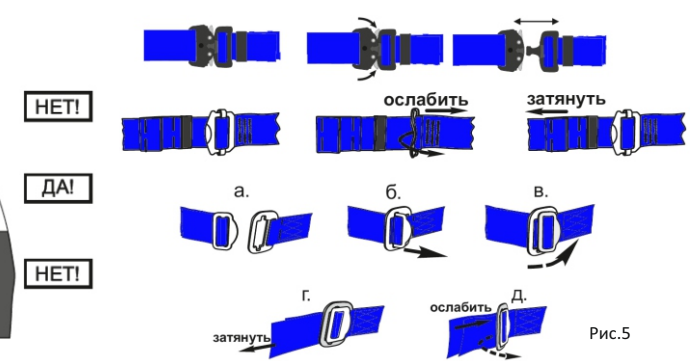

Рис.5
- все лямки соединены и отрегулированы (способы соединения и регулировки показаны на рис. 5). Если между телом пользователя и лячками свободно проходит кулак, необходимо дополнительно натянуть лямки.